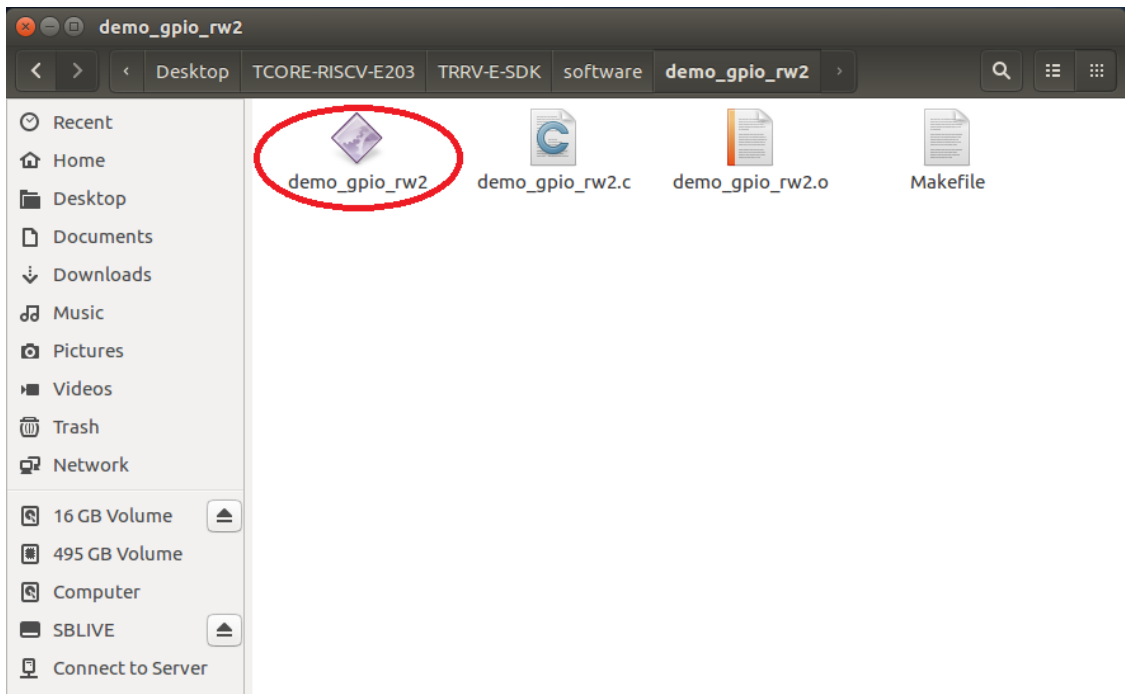

图4.2.2 编译生成二进制文件
2. 工程编译完成之后, 可以看到在 "demo_gpio_rw2" 文件夹下生成了可执行文件 "demo_gpio_rw2", 如图 4.2.2 所示。